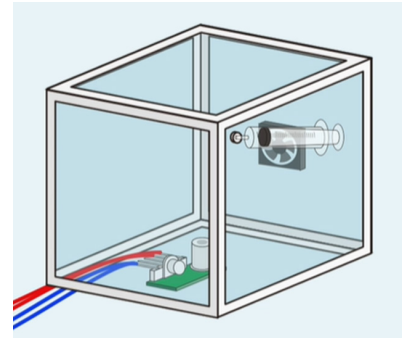

図1a. バッチ測定チャンバー
- ・ センサを図1aのような測定チャンバー（密閉容器）に入れる。